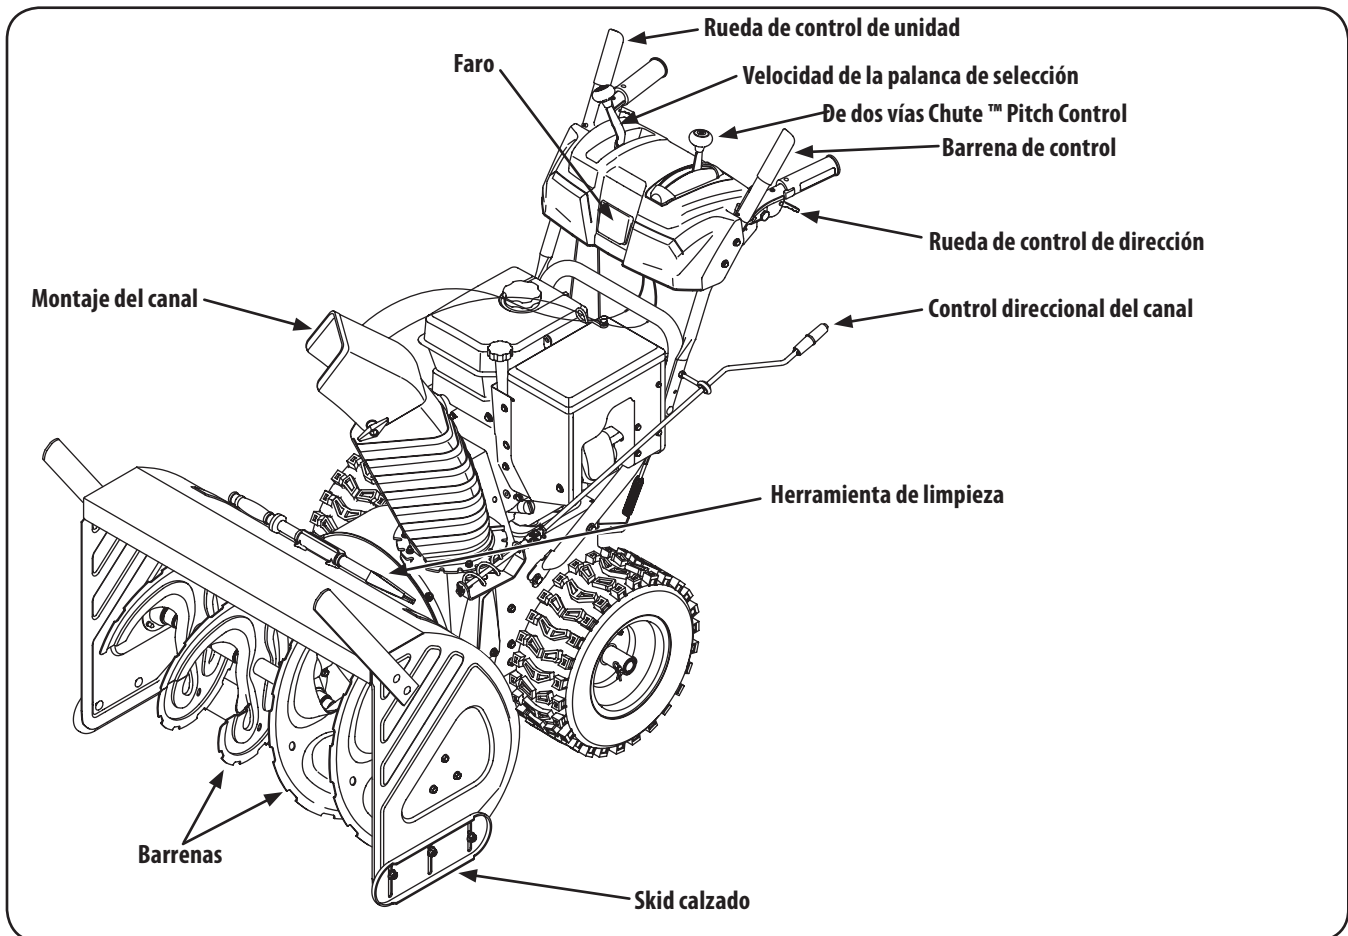

Figura 4-1
Los controles y características de la máquina quitanieve se describen a continuación y se ilustran en la Figura 4-1.
3. Para hacer girar la máquina quitanieve a izquierda o derecha, apriete el control respectivo de dirección de las ruedas. Vea la Figura 4-1.